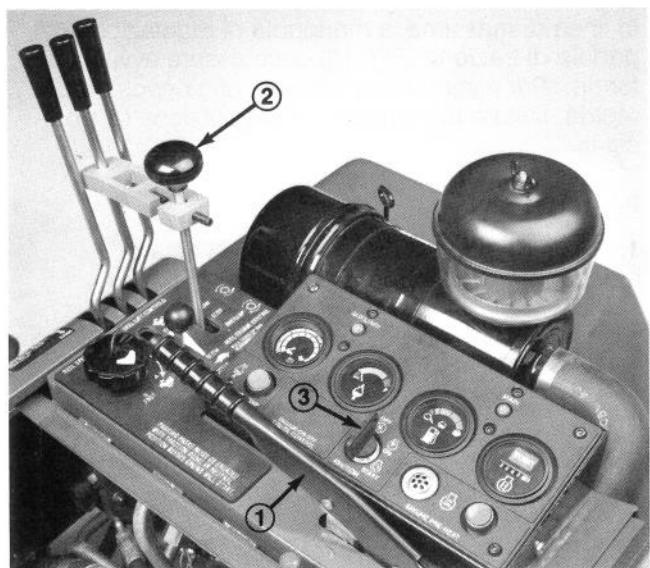

Fig. 15
2. Sedersi sul sedile ed innestare il freno di stazionamento (Fig. 15). Girare la chiave e cercare di avviare il motore con la leva di falciatura/lappatura (Fig. 15), in entrambe le posizioni di falciatura (MOW) e di lappatura (BACKLAP). Se il motore gira, c'è un guasto, che deve essere riparato immediatamente; se il motore non gira, il microinterruttore di comando dell'unità falciante funziona correttamente.
3. Sedersi sul sedile e disinnestare il freno di stazionamento (Fig. 15). Girare la chiave e cercare di avviare il motore con la leva di falciatura/lappatura (Fig. 15) in posizione STOP. Se il motore gira, c'è un guasto, che deve essere riparato immediatamente; se il motore non gira, il microinterruttore del freno funziona correttamente.
4. Innestare il freno di stazionamento (Fig. 15), avviare il motore ed abbassare le unità falcianti. Spostare la leva di falciatura/lappatura (Fig. 15) in posizione di falciatura (MOW) ed alzarsi dal sedile: il motore deve fermarsi entro pochi secondi, il che significa che i microinterruttori funzionano. Alzarsi anche con la leva in posizione di lappatura (BACKLAP): il motore si ferma, indicando che i microinterruttori di sicurezza funzionano. Se il motore non si fermasse, c'è un guasto, che deve essere riparato immediatamente.